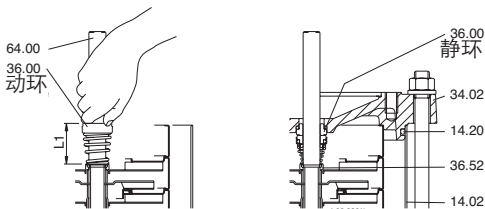

图.5 插入机械密封
5. 拆下螺丝(61.07)和笼型支架(32.00),其和轴承(66.00)及联轴器(64.22)作为整体从上端盖(34.02)顺轴(64.00)抽出(图.5).
检查安装前后的长度并把动环升起与到与原始长度(L1 图5)一致。